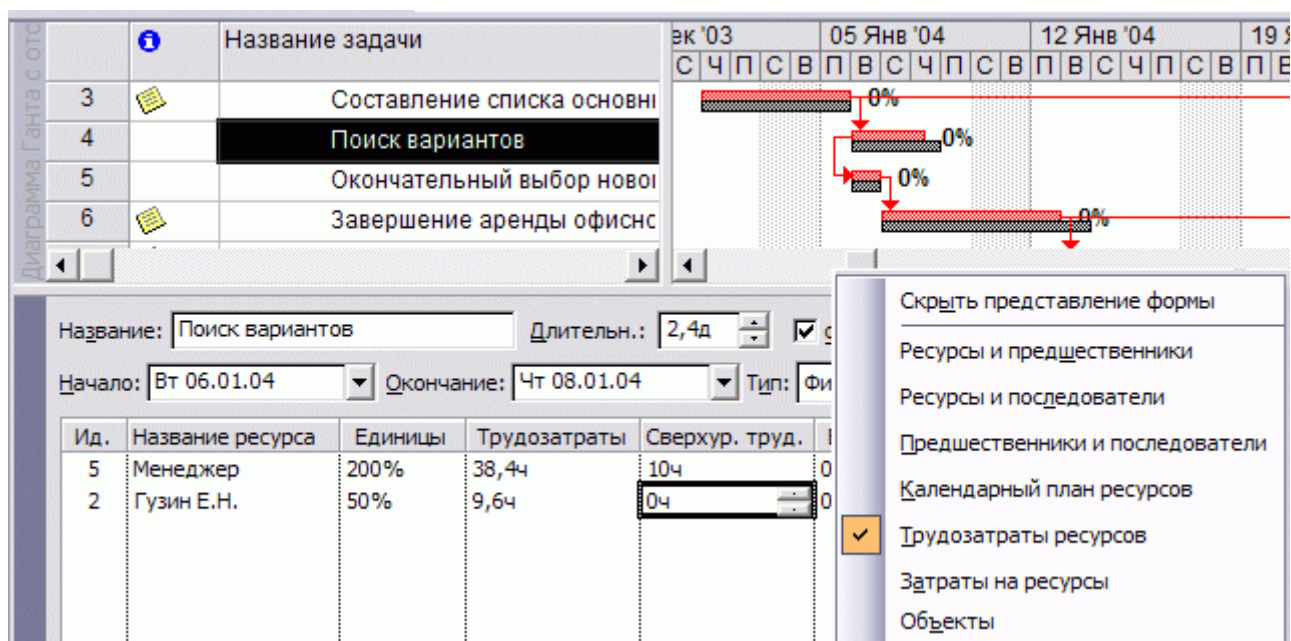

Рисунок 18. Назначение сверхурочных часов работы ресурсу
- Ввести количество сверхурочных часов работы ресурсу на задачу (см. Рисунок 18).